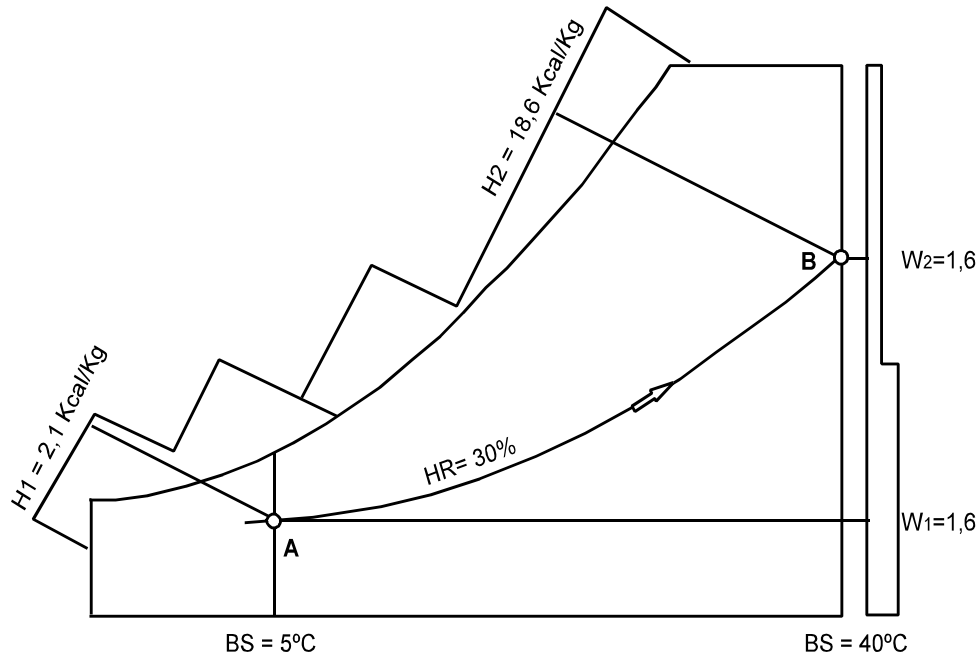

Figura 9: Proceso de calefacción a humedad relativa constante interpretado en el ábaco psicrométrico.
Solución: La condición inicial está representada por el punto A en la Figura 9. En el ábaco psicrométrico se lee $W_1 = 28,2$ g/Kg. Siguiendo la línea BH = $32,3^\circ\text{C}$ hasta la escala de entalpía, se lee $H_1 = 27$ Kcal/Kg. La primera fase del proceso es de refrigeración sensible y se realiza sobre una línea (AB) de humedad constante. Aquí comienza la segunda fase y el proceso sigue la línea de saturación hasta la temperatura de 18°C sobre la línea de saturación (BS = BH = PR), llegando al punto de estado final C. En la fase BC del proceso se elimina a la vez calor, sensible y calor latente. En el punto de estado C se tiene $W_2 = 13,1$ g/Kg y $H_2 = 12,5$ Kcal/Kg.
Debe puntualizarse que el proceso descrito por la trayectoria ABC es puramente teórico y se basa en la hipótesis de que el aire entra en contacto físico real con la superficie metálica fría de las aletas o con el agua fría. Esta hipótesis se cumple satisfactoriamente en los pulverizadores bien proyectados, pero en el caso del serpentín, la mayor parte del aire lo atraviesa sin contacto real con la superficie fría. Parte del aire, por lo tanto, jamás alcanza la temperatura de rocío, y el verdadero proceso, en este caso, está mejor representado por una línea curva como la AC (de trazos) en la Figura 9.